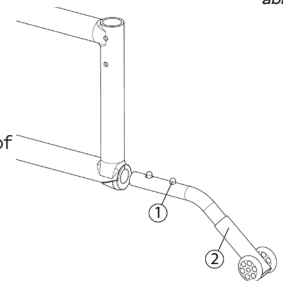

abb. 5
So heben Sie die Armlehnen an (ABB. 5):
- Kippstützen (Abb. 5) wurden entwickelt, um Stürze mit dem Rollstuhl zu verhindern.
- Zum Entfernen oder Drehen drücken Sie den Verschlussknopf (1) und ziehen oder Rotieren Sie die Kippstützen (2).